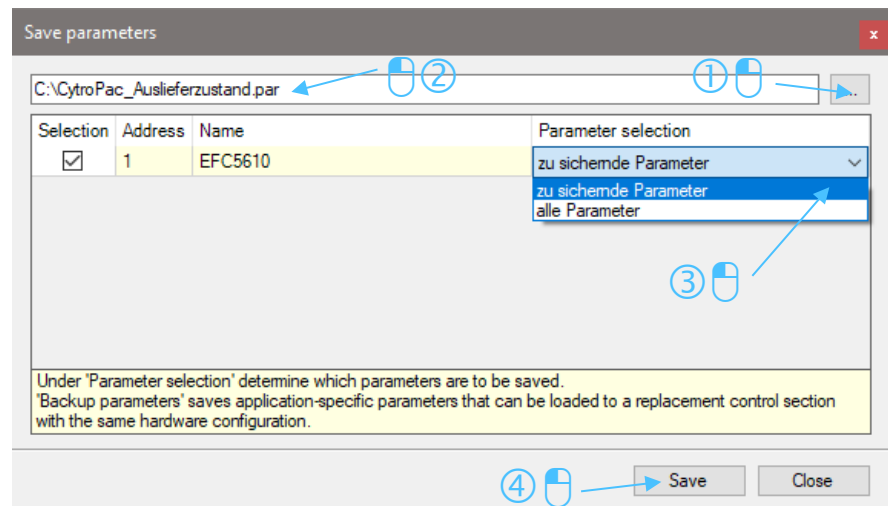

图 8：保存参数窗口
- ▶ 现在，选择路径并为参数文件分配名称。您可以保存所有参数或备份参数（请参见 图 8: 保存参数窗口）。